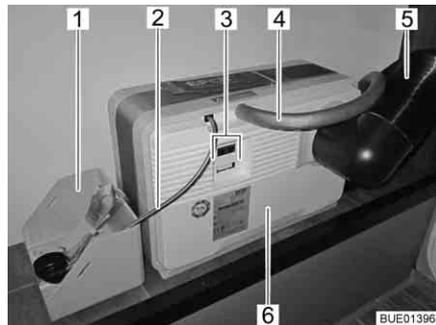
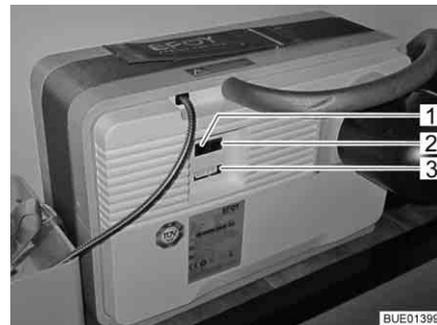
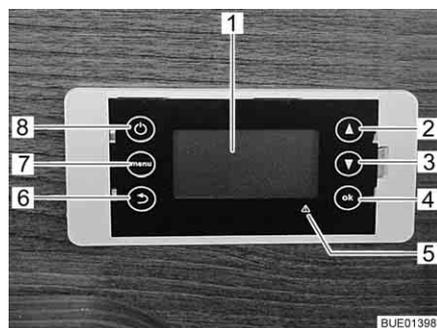

Fig. 132 Pila a combustibile con cartuccia del serbatoio
Fig. 133 Campo di collegamento pila a combustibile
Fig. 134 Centralina di controllo per pila a combustibile
La pila a combustibile è composta da diversi componenti che sono montati nel gavone di coda (Fig. 132) e da una centralina di controllo (Fig. 134) posto nel vano abitabile.
Sulla pila a combustibile (Fig. 132,6) si trovano:
- il collegamento per il tubo di scarico (Fig. 132,4) o l'apertura di rifornimento per il fluido di servizio
- il condotto del calore disperso (Fig. 132,5)
- collegamenti elettrici (Fig. 132,3) con interfaccia dati (Fig. 133,2), collegamento dell'apparecchio (Fig. 133,3) e collegamenti per il pannello di controllo (Fig. 133,1)
Alla pila a combustibile appartiene una cartuccia del serbatoio che viene collegata tramite il relativo collegamento (Fig. 132,2) alla pila a combustibile (Fig. 132,6).
La cartuccia del serbatoio è fissata al rispettivo supporto (Fig. 132,1).
La pila a combustibile carica automaticamente le batterie del vano abitabile non appena la loro tensione scende sotto i 12,3 V e la pila a combustibile viene attivata tramite il tasto On/Off (acceso/spento) (Fig. 134,8).
Il display (Fig. 134,1) della centralina di controllo è a quattro righe.
Il tasto Menu (Fig. 134,7) consente di richiamare il menu principale:
In caso di guasti l'indicazione di guasto in rosso (Fig. 134,5) si accende e sul display viene visualizzato un avviso. L'avviso contiene un codice di errore e indicazioni sulle possibili soluzioni del guasto.